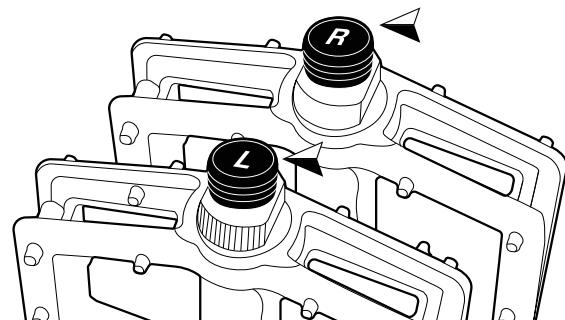

Figure 13. Repère «R» (Right = Droite) et «L» (Left = Gauche)
2. Vissez la pédale de droite (repère « R » sur la pédale, pédale sans rainures, voir *Figure 13*) dans le sens des aiguilles d'une montre sur la manivelle côté plateau du pédalier.
3. Visser la pédale de gauche (repère « L » sur la pédale, pédale avec rainures voir *Figure 13*) dans le sens inverse des aiguilles d'une montre sur la manivelle gauche.